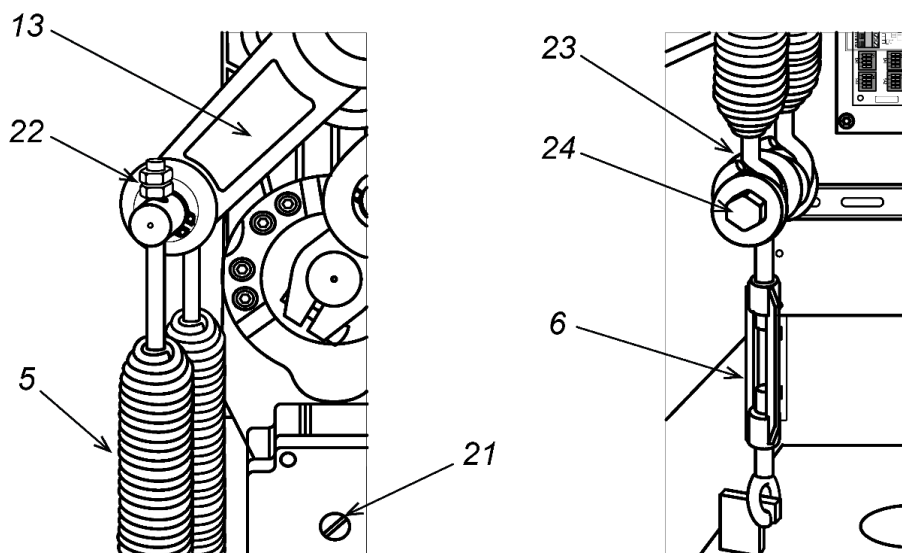

Рисунок 13. Установка балансировочных пружин
Опорная стойка **PERCo-GBS1** состоит из стойки прямоугольного сечения с опорным фланцем и ловителя стрелы (см. рис. 13).
1. Выполните в установочной поверхности отверстия в соответствии с разметкой (рис. 13). Ось опорной стойки должна совпадать с продольной осью стрелы шлапбаума (обращаем внимание, не с осью стойки шлапбаума!, см. рис. 7). Размер отверстий на схеме указан для анкеров типа PFG IH10 («SORMAT»), при использовании других типов анкеров необходимо выполнять отверстия соответствующих им диаметра и глубины.